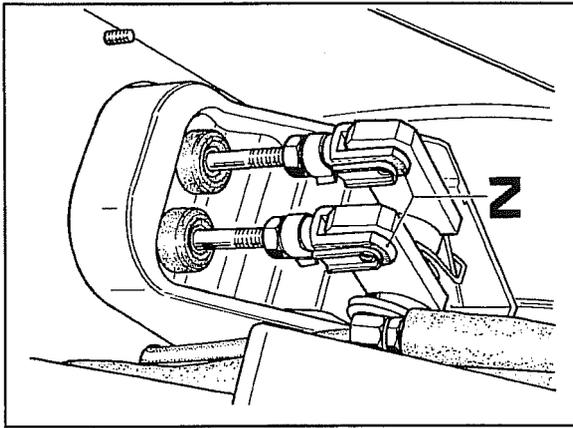

Fig. 7
- d. Débrancher les embouts des pompes des tringles au moyen des fourches **Z** fig.7 puis du côté opposé, dévisser les vis qui fixent les pompes au châssis.
- Brancher les embouts des pompes à leurs tringles avec les fourches **Z** fig.7 en réglant ces dernières de manière à ce que les embouts n'exercent aucune action sur les tringles.